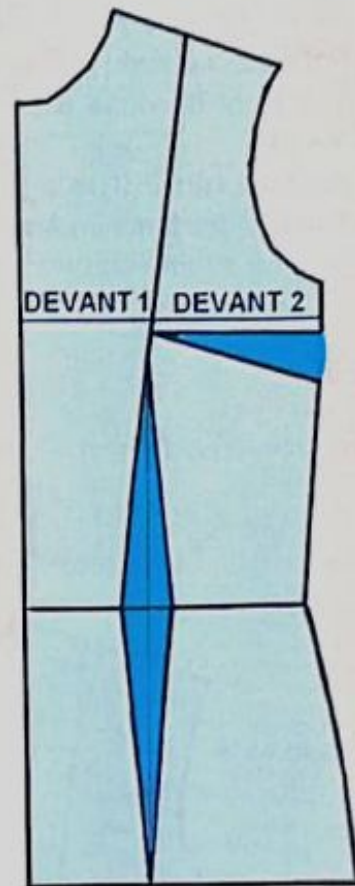

FIG. 1
- 2) Tracez la découpe à partir du milieu de la ligne de l'épaule jusqu'au point de poitrine (fig.1).